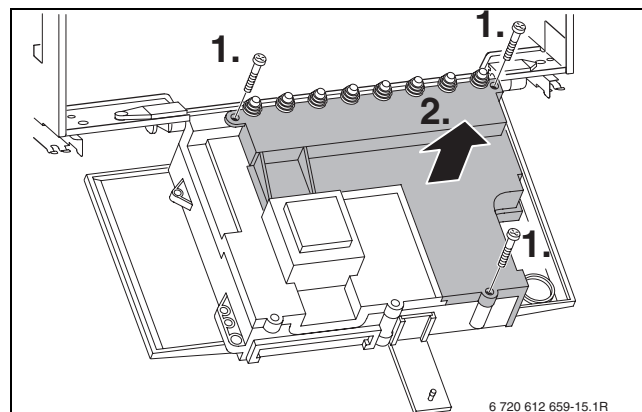

Fig. 15
I fusibili di ricambio si trovano nella parte posteriore della copertura del pannello comandi (→ fig. 15).
- Svitare le viti di fissaggio ed estrarre la copertura posteriore (→ fig. 15).